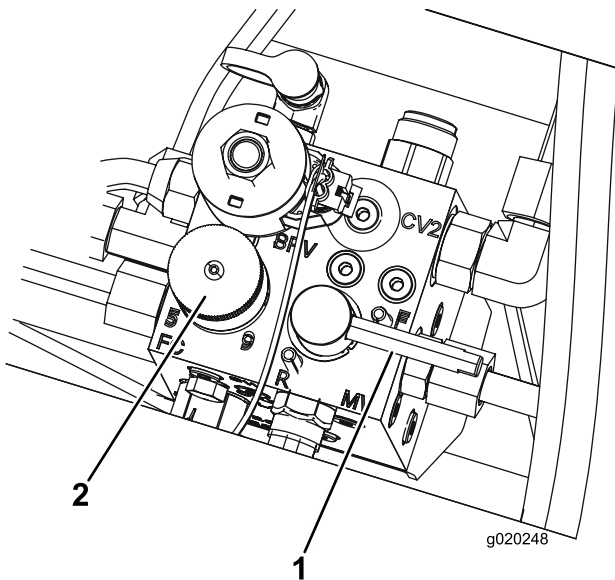

Bild 99
5. Stellen Sie das Bedienelement für die Spindeldrehzahl auf die Stellung 1 (Bild 99).
6. Drehen Sie den Lapphebel in die R-Stellung (Bild 99).